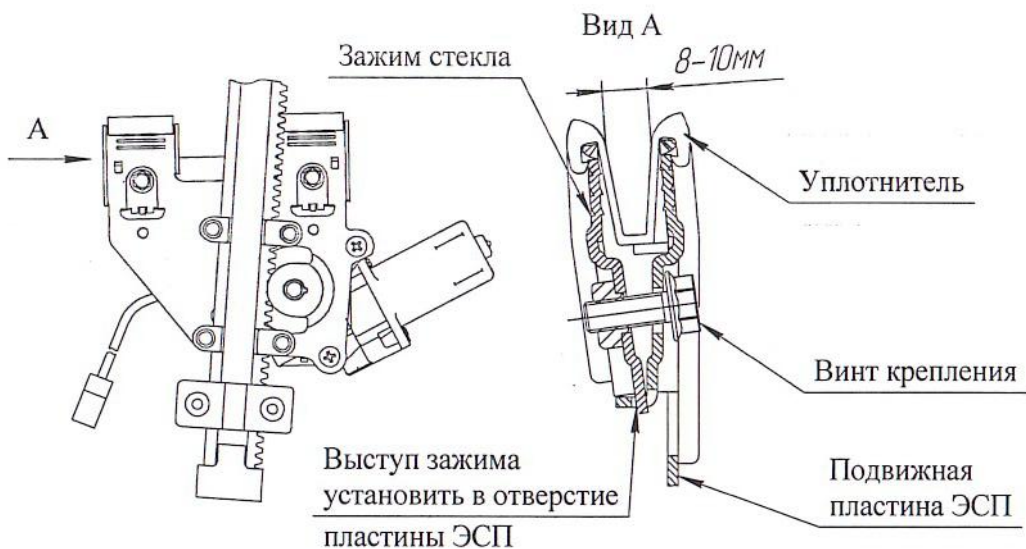

Рис. 2
6.6.2 Установить два зажима стекла с уплотнителями на подвижную пластину ЭСП (см. рис. 2).